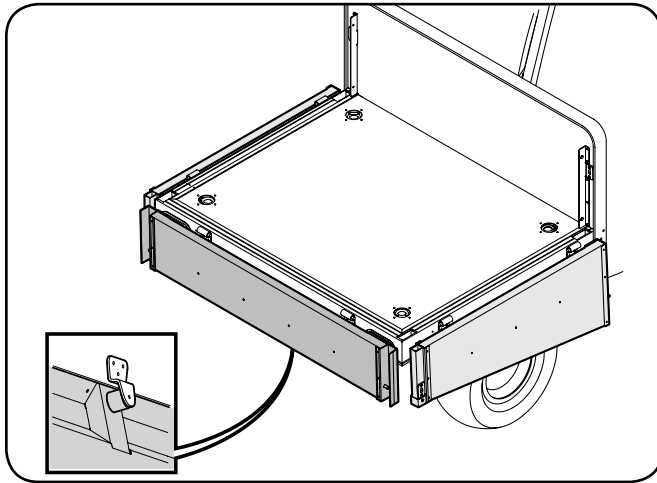

Figura 4-7
2. Asegure la puerta trasera y los costados en la posición inferior con las trabas de pasador y encaje. Consulte "Figura 4-7".